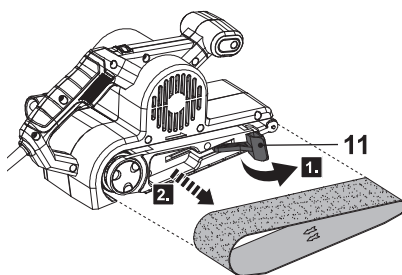

Fig. 6
1. Trageți clema de prindere (11) spre exterior și înlăturați banda de șlefuire (8) (Fig. 6).